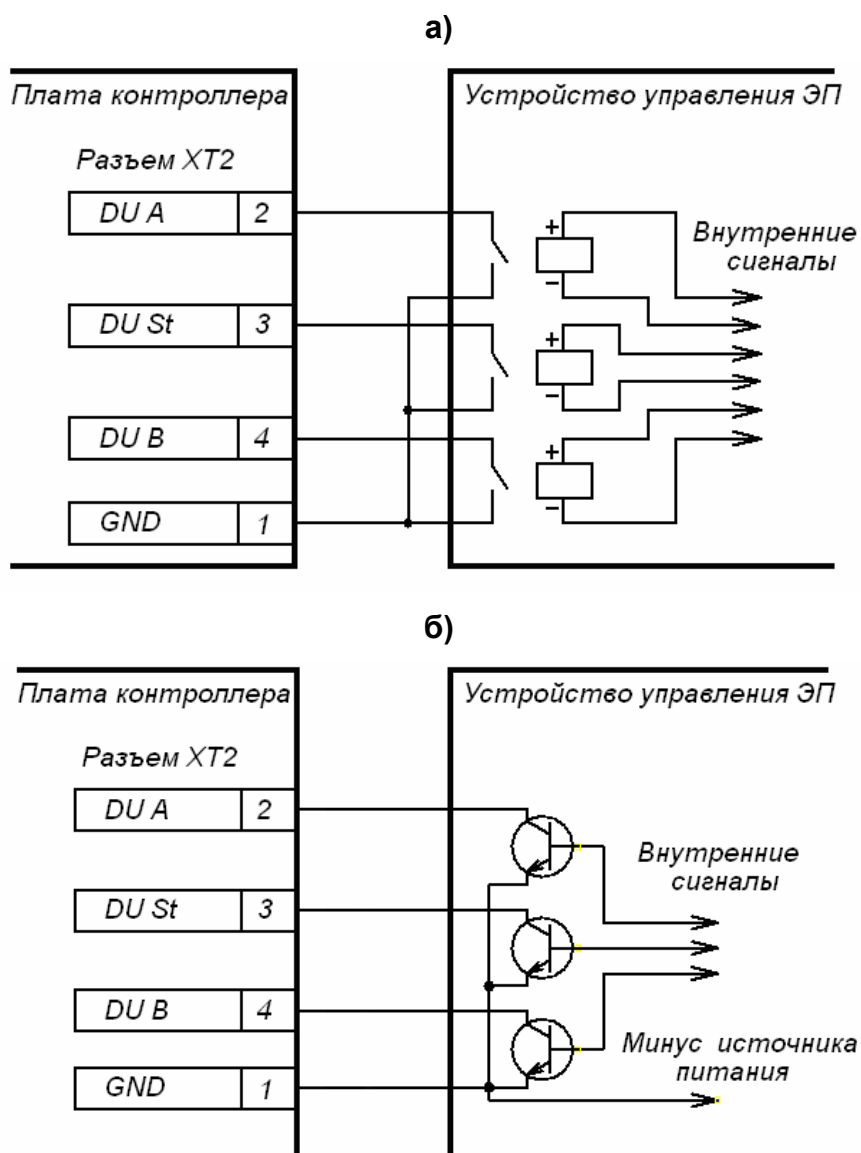

Рисунок 4 Управляющие элементы устройства радиуправления (РУ):
5.4.2 Управление ЭП осуществляется подачей на контакты клеммной колодки “ХТ2” DUA, DUS_t и DUB сигнала низкого уровня относительно контакта GND, при этом управляющим элементом могут быть нормально разомкнутый контакт реле или схема с открытым коллекторным выходом (см. рисунок 4).